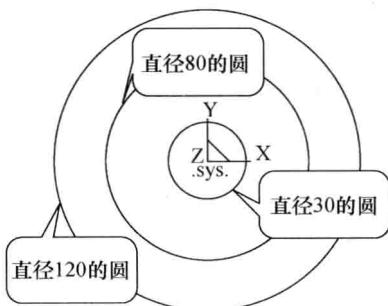

图 1-11 绘制圆
① 按 F5 键，选择 XY 平面作为绘图平面，单击“圆”按钮①，选择“圆心_半径”方式。按字母键“S”，拾取坐标原点，按回车键，输入半径“30”，单击；输入半径“80”，单击；输入半径“120”，单击，结果如图 1-11 所示。